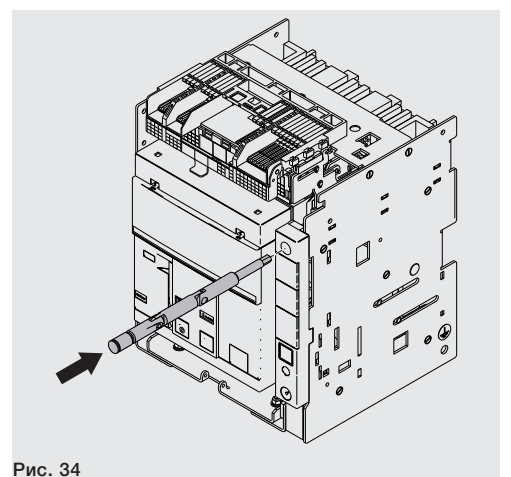

Рис. 34
8. Вернуть рукоятку в гнездо для хранения. См. Рис. 34.